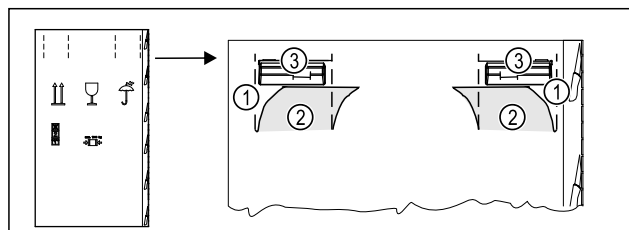

Fig. 5
- Comprimere il cartone di imballaggio in alto sulla perforazione Fig. 5 (1).
- ▶ Estrarre le linguette compresse Fig. 5 (2).
- ▶ La maniglia di trasporto Fig. 5 (3) a destra e a sinistra è visibile.
- ▶ Tenere l'apparecchio dalle maniglie di trasporto Fig. 5 (3).